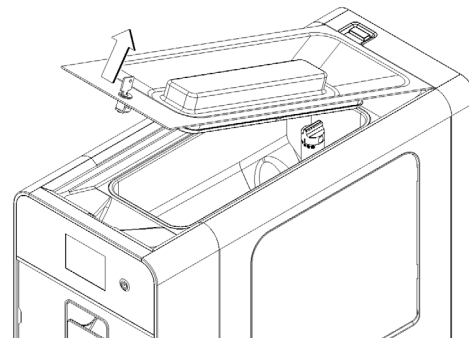

figure 17
**1** Enlever le couvercle supérieur. (voir figure 17)